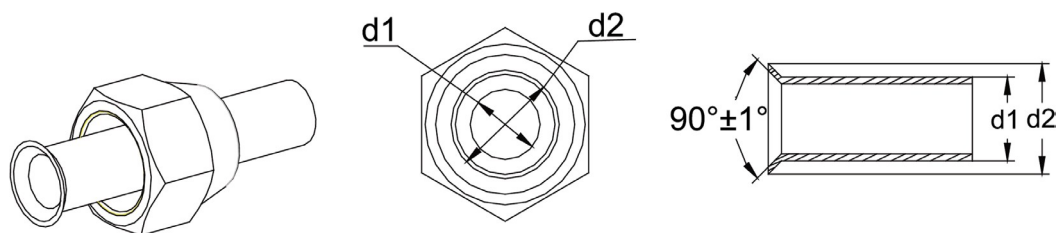

Fig. 13
- 3 Retire la tuerca abocinada que une el tubo de conexión interior y la unidad exterior. A continuación, utilice la herramienta de abocardado para fijar la tuerca abocinada en el tubo (véase la fig. 13).